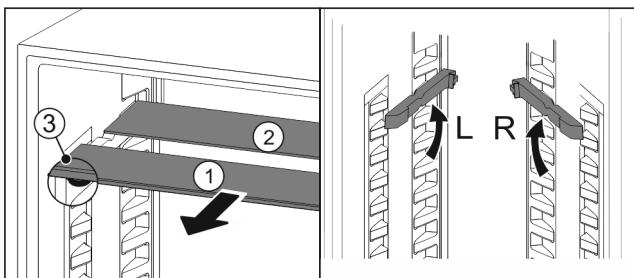

Fig. 25
- Trekk glassplatene enkeltvis fremover og ut Fig. 25 (1).
- Glassplate Fig. 25 (1) med pyntelist ligger foran.
- Stoppe Fig. 25 (3) peker nedover.